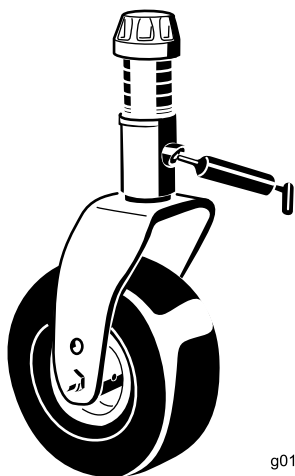

Figure 15
- Bagues d'axe de fourche de roue pivotante (4) (Figure 15)